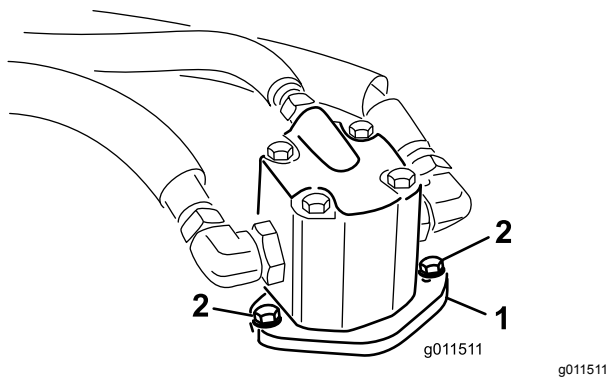

Figure 98
4. Enlevez les boulons qui fixent le moteur hydraulique au plateau de coupe (Figure 98). Soulevez le moteur et placez-le sur le dessus du plateau de coupe.